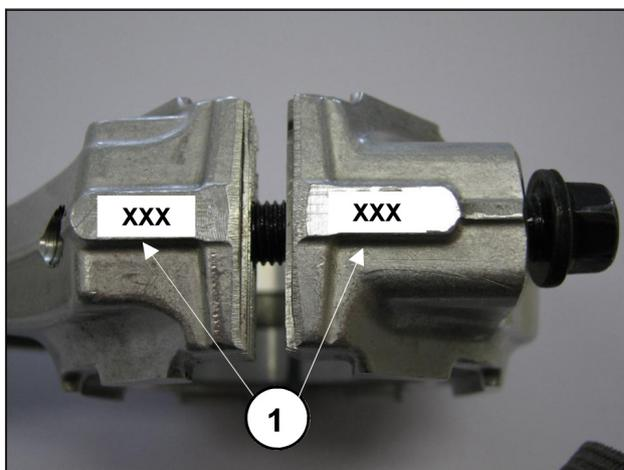

Fig. 9
- Emparelhe as capas de biela em suas respectivas hastes, consultando a numeração (Fig. 9, pos. ①). **Preste atenção na direção correta da montagem das capas.**